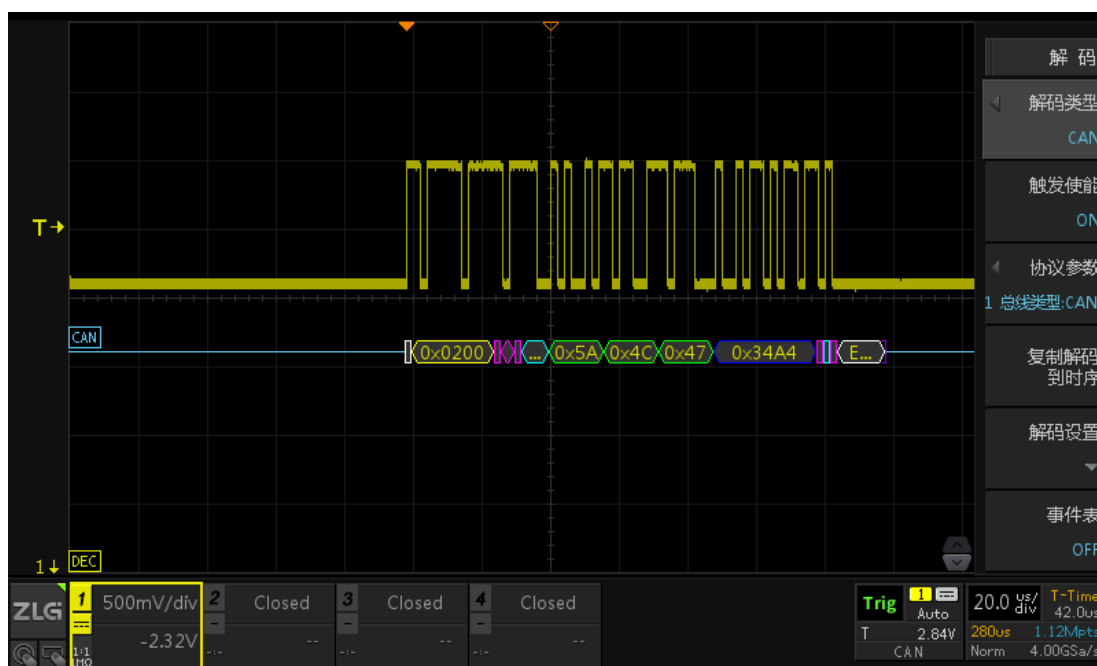

图 15.5 解码界面
- 3、点击【Menu】，选择【解码】，进入解码界面，出现如图 15.5 所示；